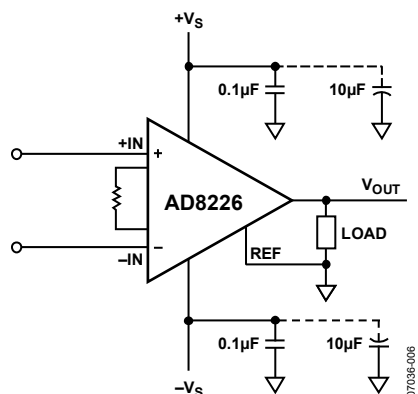

図 61.電源デカップリング、REF ローカル・グラウンド基準の出力
0.1 μF のコンデンサを各電源ピンのできるだけ近くに配置する必要があります。図 61 に示すように、10 μF のタンタル・コンデンサをデバイスから離れたところに接続することができます。多くの場合、このコンデンサは他の高精度IC と共用することができます。